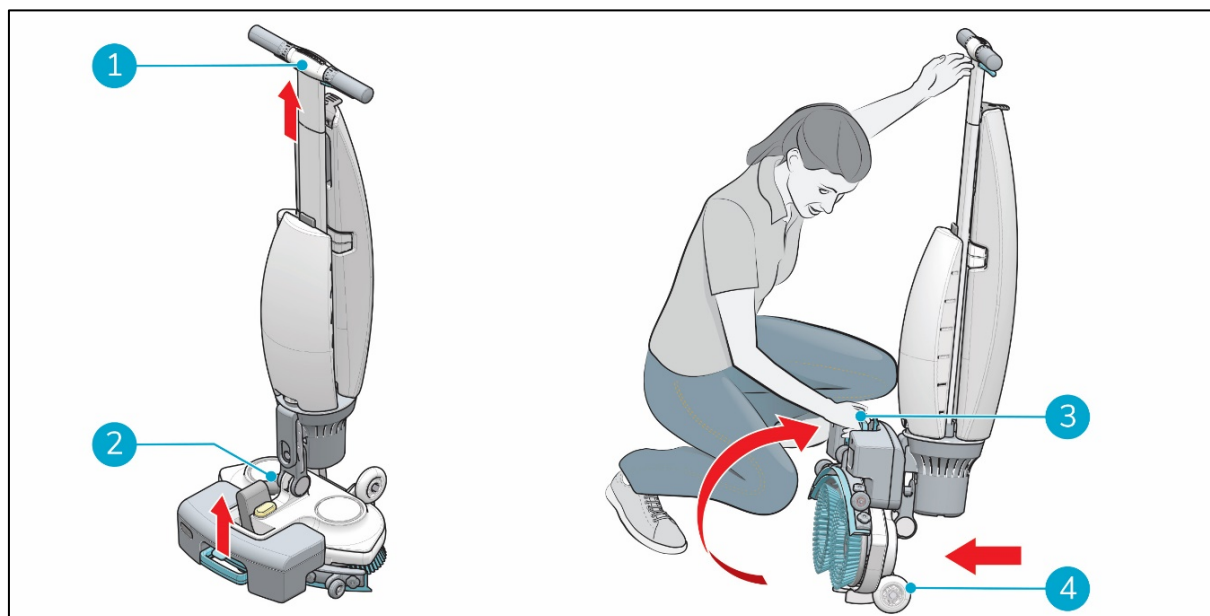

Figura 5
1. Asegúrate de que la manguera de la aspiradora (Figura 5, pos. 2) esté replegada dentro de la máquina para que no pueda quedar aplastada.
2. Agáchate y sostén el asa (Figura 5, pos. 1) con una mano mientras sujetas la bandeja de fregado (Figura 5, pos. 3) con la otra.
3. Levanta la bandeja de fregado lentamente hasta que quede colocada en posición vertical sobre las ruedas delanteras (Figura 5, pos. 4). Guía el cuerpo hacia la bandeja de fregado hasta que encaje en posición de reposo.